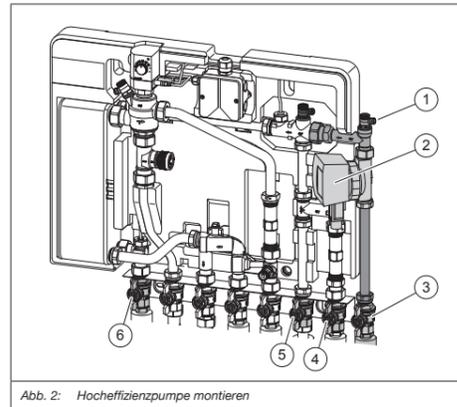

Abb. 2: Hocheffizienzpumpe montieren
1. Schließen Sie die Kugelhähne (3), (4), (5) und (6) (siehe Abb. 2).
2. Öffnen Sie das Entlüftungsventil um den Anlagenteil drucklos zu machen (siehe Abb. 2 (1)).
! Der Pfeil auf dem Gehäuse zeigt Ihnen die Durchflussrichtung an. Bauen Sie die Pumpe so ein, dass der Pfeil in Richtung Entlüftungsventil (siehe Abb. 2 (1)) zeigt.